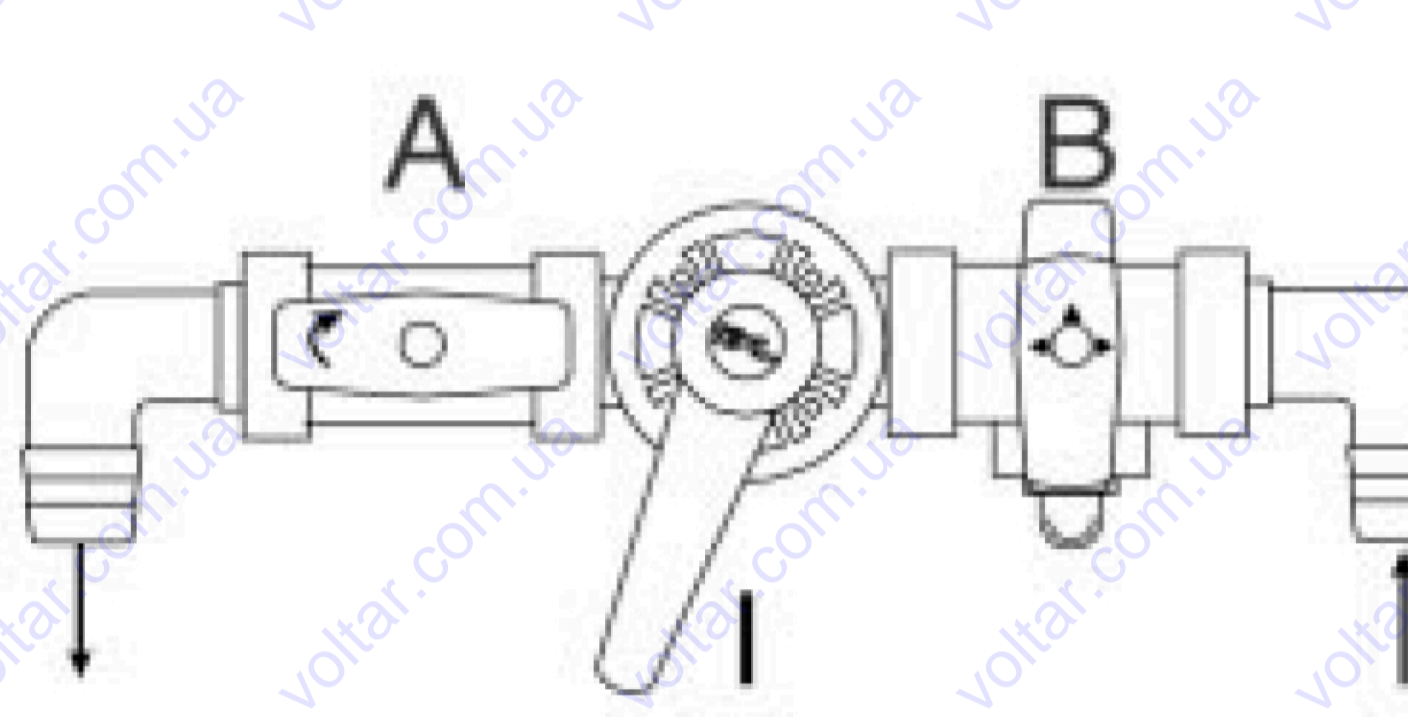

Fig. 6
5. Заполните оборудование обычным раствором для очистки, который рекомендует изготовитель. Для заполнения направьте регулятор потока (I) на двойной клапан (A), оставьте двойной клапан открытым и вставьте тройной клапан как показано на рис. 6.